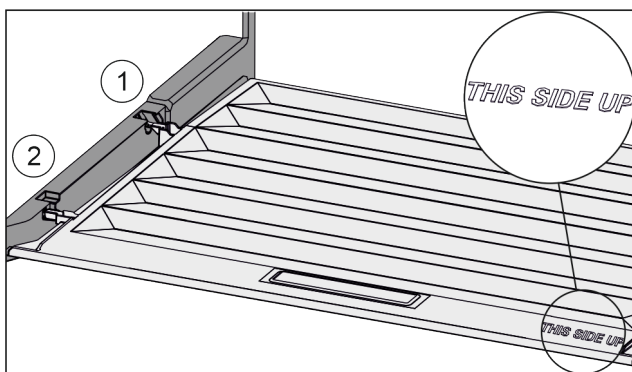

Fig. 116
- ▶ Ramiona pokrywy wprowadzić ponad otworem tylnego uchwyty Fig. 116 (1) i zazębic z przodu w uchwycie Fig. 116 (2).